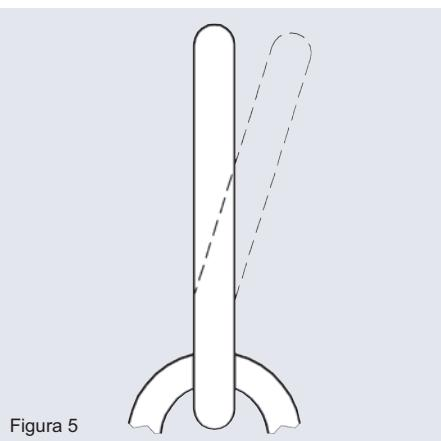

Figura 5
- anilla de elevación deformada (Figura 5)